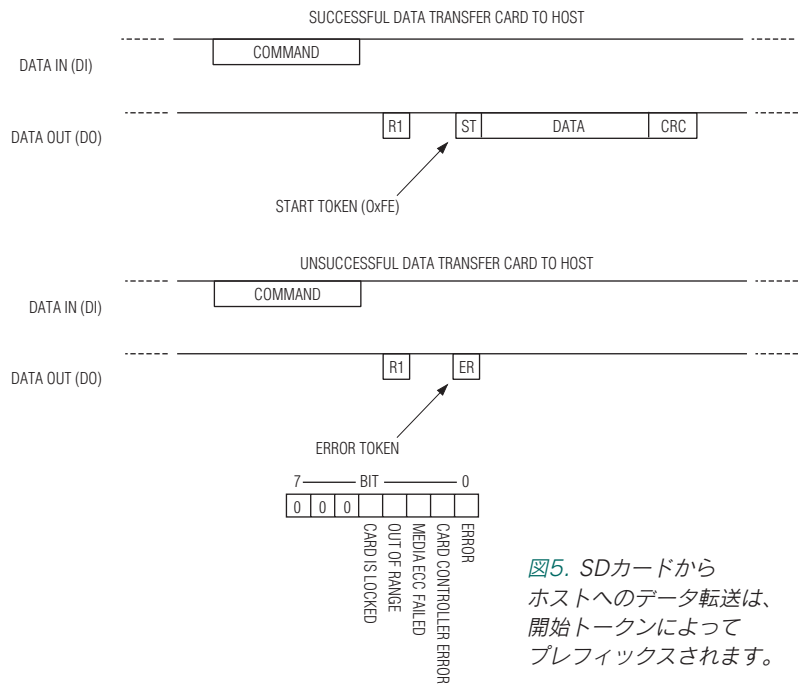

図5. SDカードから
(17)にR1形式の応答で応答します。開始トークン、要求されたデータ、そして最後にデータに対するCRC-16チェックサムが続きます。R1応答とデータ開始トークンが次々とすぐに実施されると想定してはいけません。というのは、バスはこれらの2つのイベントの間にしばらくの間、アイドル状態に移行する可能性があるためです。図5は、データ応答を詳述しています。